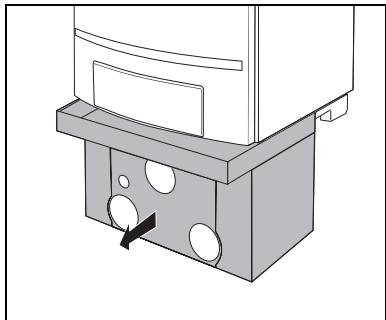

Fig. 9 Togliere il rivestimento inferiore
- Rimuovere il rivestimento inferiore del gruppo di collegamento (fig. 9).